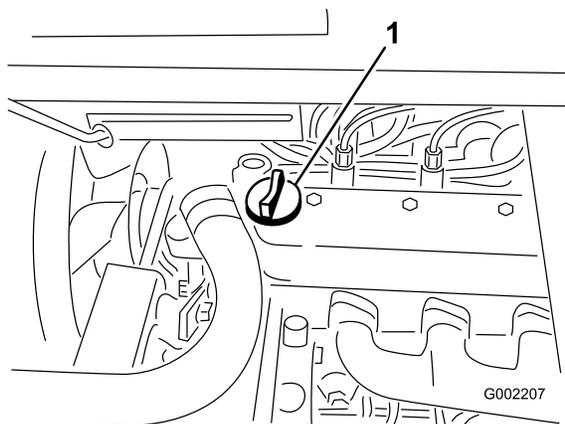

Figura 40
3. Se l'olio è insufficiente, togliete il tappo di rifornimento dal coprivalvola (Figura 40) e versate l'olio nel foro finché non raggiunge il segno di pieno (Full) sull'asta; il tipo di olio e la viscosità adatti sono riportati nella sezione Manutenzione dell'olio